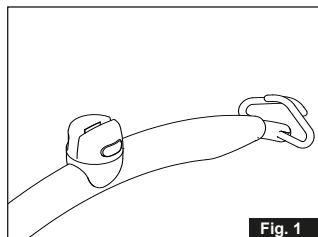

Fig. 1
**Kontrollera att lyftbanden är korrekt placerade i lyftbygelns krokar och gör ett säkerhetsstopp innan lyftet genomförs till fullt. Ett säkerhetsstopp innebär att man stoppar lyftet så snart lyftbanden är i spänt läge och att en extra kontroll görs att lyftbanden fortfarande är korrekt placerade i sina krokar (fig 1).**
1. Innan ett lyft som inbegriper swing påbörjas måste swingadaptern (fig. 1) monteras på lyftbygel (fig. 2 till 4.)